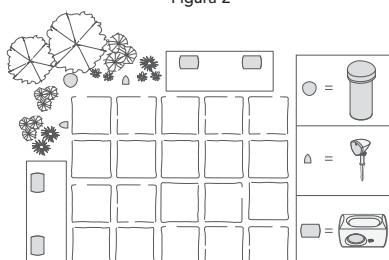

Figura 4
- Combinado con altavoces para exteriores bajo alero de la serie AWW con Definitive Technology (ver figura 4)